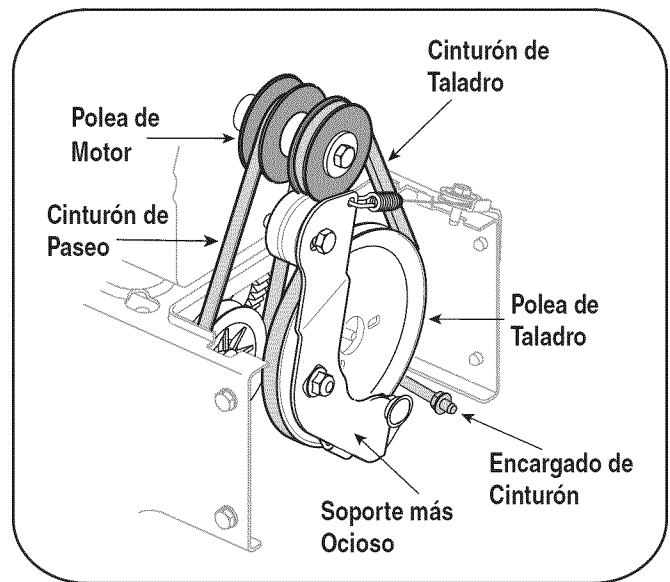

Figura 7-2
2. Deslice la correa de la barrena frontal fuera de la polea del motor empujándola hacia adelante y haciéndola rodar fuera de la polea. Vea la Figura 7-2.
5. Instale una nueva correa de transmisión dentro de la ranura de la polea del motor. Vea la Figura 7-2.